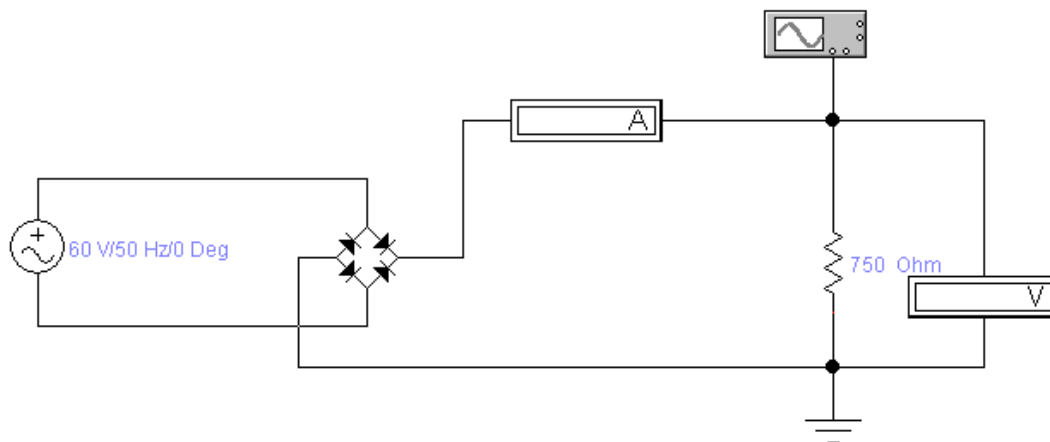

Рисунок 4.52 – Схема двопівперіодного випрямляча
7. Зібрати мостову схему двопівперіодного випрямляча та проаналізувати її роботу (рис. 4.52).